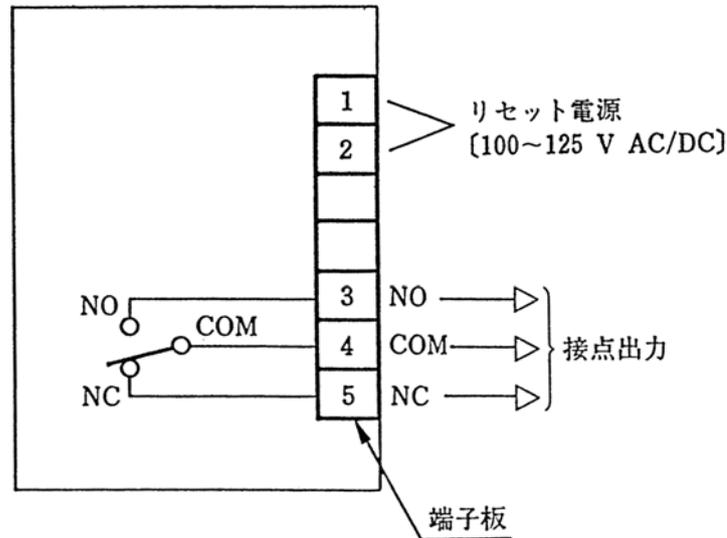

図 3-1 外部配線図
10. 外部接続 図 3-1 参照
- 注 2 : 厚鋼電線管 (22) を使用する場合は、本機器の接続口直前に金属製可とう管を使用してください。
- 注 4 : 図 3-1 は、本機器がリセット状態にある場合の接点位置を示しています。
配線には、公称断面積  $1.25\text{mm}^2$  以上の電線を使用してください。使用本数は振動検出器の使用方法によって異なりますので図 3-1 を参照してください。